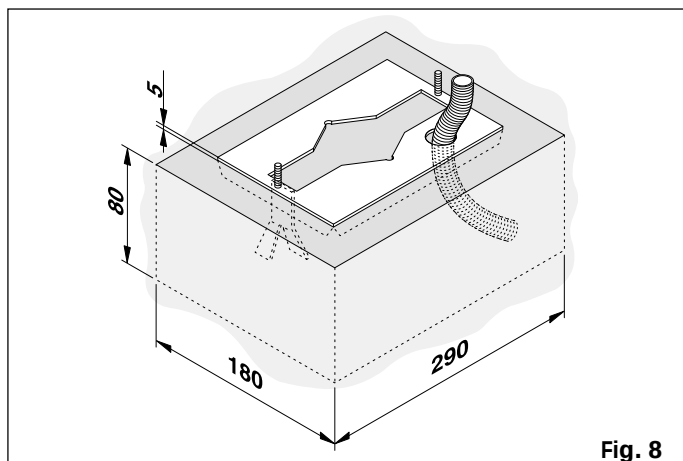

Fig. 8
- 3) Eseguire un plinto di fondazione come da fig.8 e murare la piastra di fondazione prevedendo una o più guaine per il passaggio dei cavi elettrici. Verificare la perfetta orizzontalità della piastra con una livella. Attendere che il cemento faccia presa.